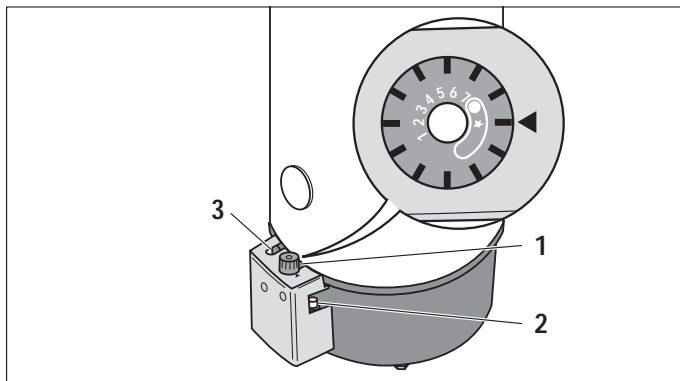

Abb. 8 Brenner starten
- den Bedienknopf (Abb. 8, Position 1) in Zündstellung (Stern-Symbol) bringen.
- Drücken Sie den Bedienknopf (Abb. 8, Position 1) nach unten und drücken Sie gleichzeitig den Piezo-Zünder (Abb. 8, Position 2) so oft, bis die Zündflamme brennt. In der Abdeckhaube der Gasarmatur ist eine Öffnung (Abb. 8, Position 3), durch die Sie die Zündflamme sehen können. Halten Sie den Bedienknopf noch 10-15 Sekunden gedrückt. Sollte nach Loslassen die Zündflamme verlöschen, so ist der Zündvorgang zu wiederholen.
- RG-Warmwasserspeicher in Betrieb nehmen (gemäß Kapitel 8.2) und Temperaturwähler (Abb. 8, Position 1) auf Stellung 7 drehen.